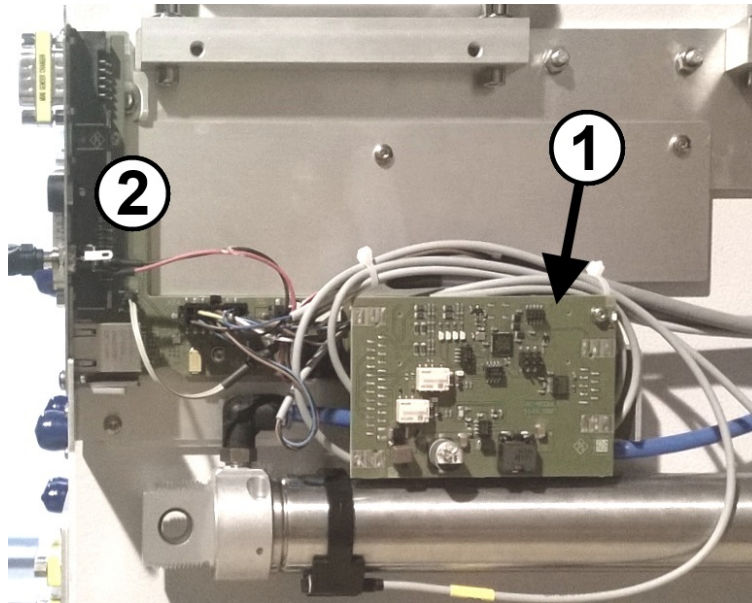

Figura 10-1: Módulo IRC dentro de la cámara (cubierta retirada)
- «**IRC**»: módulo de control remoto interno (marcado con el número 1 en la figura 10-1)